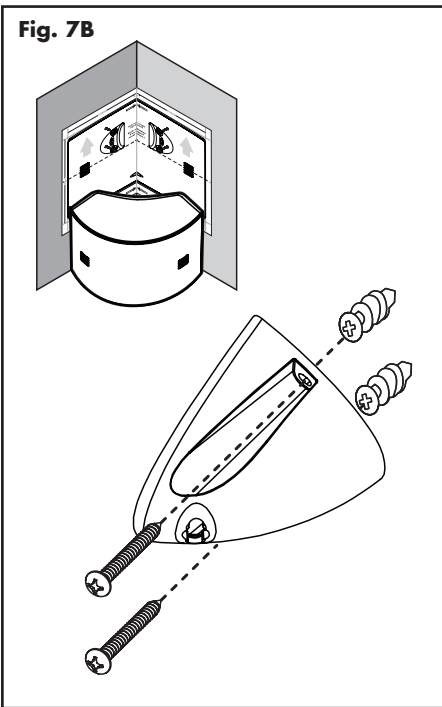

**Fig. 7A**
- 4 Percez les trous de guidage à l'aide d'un trépan de 1/8 po. Si un trou de guidage NE TOUCHE PAS un montant, élargissez-le à l'aide d'un trépan de 1/4 po et installez un encrage mural à cet endroit (fig. 7A & 7B).
- 5 À l'aide des vis Phillips de 1,5 po, montez les supports muraux, tel qu'indiqué (fig. 7A & 7B).